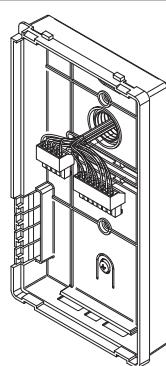
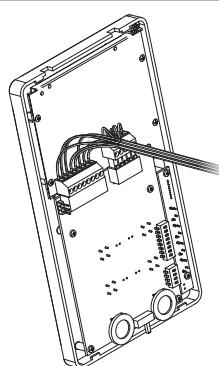

Fig. 7
Fig. 8
5. Come mostrato in **Fig. 7**, eseguire il collegamento dei conduttori alle morsettiera mobili secondo lo schema fornito a corredo. Collegare le morsettiera all'elettronica ancorata al coperchio del videocitofono come mostrato in **Fig. 8** e procedere al test dell'impianto prima di chiudere il videocitofono: i trimmer di regolazione del contrasto e saturazione immagine sono accessibili solo a videocitofono aperto. Per attivare il display e vedere i cambiamenti usare la funzione "Auto-accensione" premendo il pulsante **3**. **N.B. durante il collaudo è necessario sostenere manualmente il peso del coperchio.**